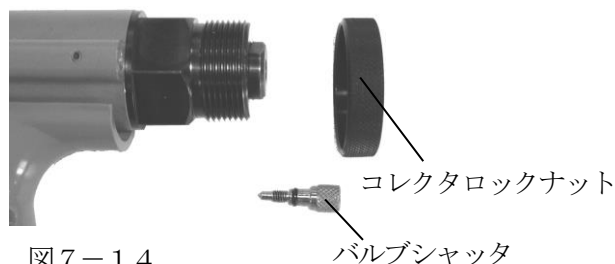

図7-14
- (1) カプラを分離する等により、圧縮空気の供給を止めてください。
- (2) コレクタを外してください。外し方は、コレクタロックナットを手で保持して、コレクタを左にまわして外します。(図7-14)
- (3) コレクタロックナット、バルブシャッタを外して下さい。(図7-14)